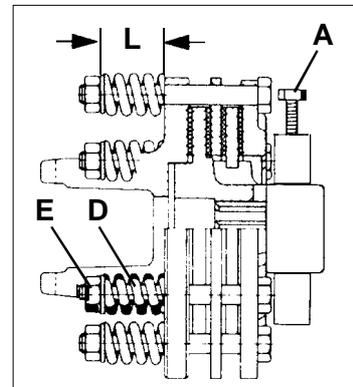

Fig.3
... beim QC-Klemmkeilverschluß die Schraube **A** (Fig.3) mit 50 Nm anziehen,
Beim Gelenkwellentyp 2500 ist das Drehmoment mit den Muttern **E** (Fig.3) zu verändern. Die in der Tabelle angegebenen Mutter-Umdrehungen ergeben ca. das "gelieferte" Drehmoment (Muttern **E** handfest anziehen, daß die Federn **D** spielfrei eingespannt sind. Ab dann zählen die angegebenen Mutter-Umdrehungen. Federn alle gleich vorspannen).
**Typ 2500:** Federn **D** (Fig.3) ganz entspannen (zuvor Federlänge – Maß **L** – genau messen oder Mutter-Umdrehungen merken).